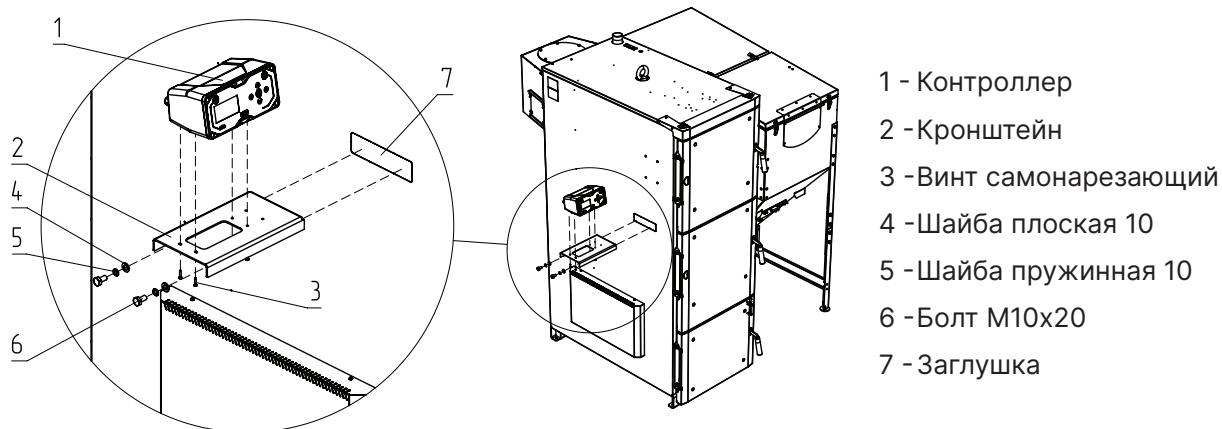

Рис.14 Монтаж контроллера для котлов от 80 кВт
1. Удалите заглушку (**Рис.14, поз.7**);
2. Установите кронштейн с помощью крепежного комплекта (**Рис.14, поз.4, 5, 6**) на втулки с резьбой;
3. Установите контроллер (**Рис.14, поз.1**) на кронштейн и закрепите его с помощью винтов (**Рис.14, поз.3**);